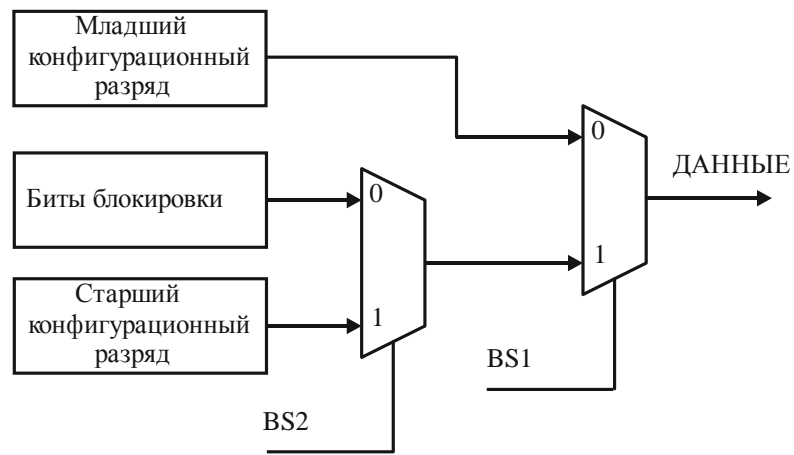

Рисунок 3.114 – Мультиплексирование конфигурационных битов и битов блокировки битами BS1 и BS2 при чтении на выводе «Данные»
- 1 Загрузить команду «0000 0100» (см. рисунок 3.114).